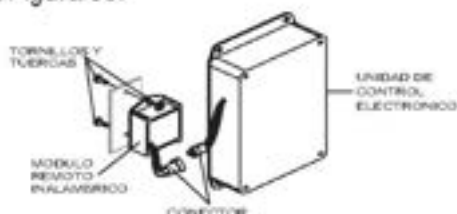

Figura 35. Instalando el módulo de control remoto
3. Instale el modulo del control remoto inalámbrico con los dos tornillos y las tuercas provistas dentro del panel. El conector de 3-cables se conecta del modulo de control remoto inalámbrico a la unidad de control electrónico. Consulte la Figura 35.